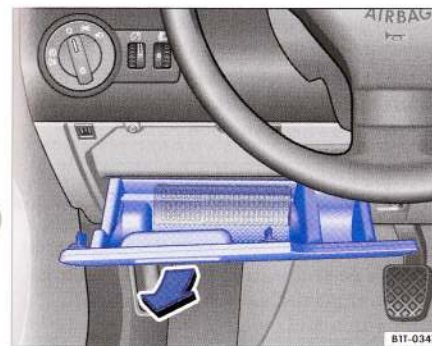

Fig. 45 În partea stângă a tabloului de instrumente: Scoateți capacul cutiei de siguranțe
- Deschideți capacul ⇒ fig. 45.